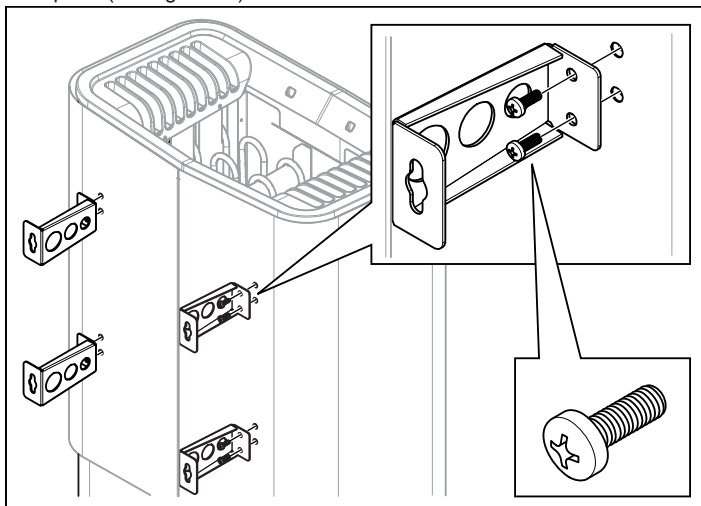

Figure 10 : Fixation des supports au poêle
8. Dévissez les deux premières vis au dos du poêle et vissez l'un des quatre supports en place. Répétez la procédure avec tous les supports (voir figure 10).